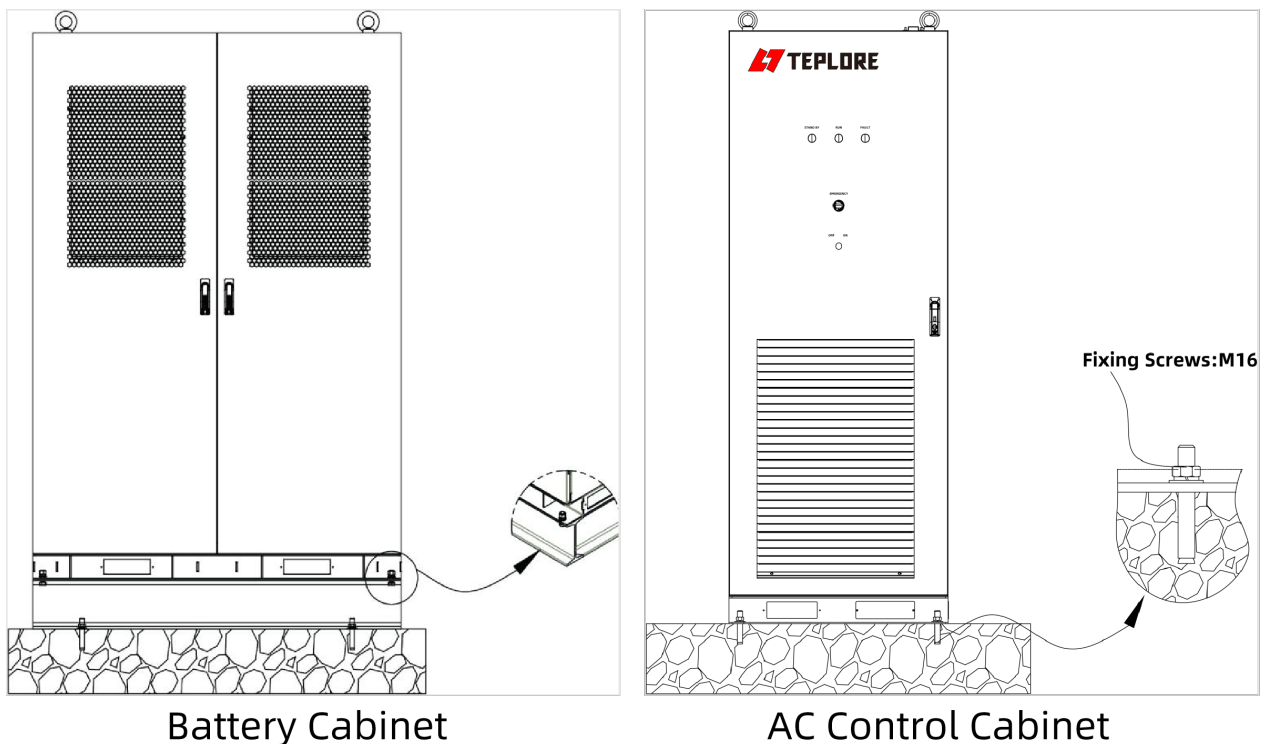

Abbildung 7-1: Schrauben Sie die Gehäuse zusammen
2. Sichern Sie das Gehäuse an allen vier unteren Ecken mit M16-Befestigungselementen, wie in Abbildung 7-1 gezeigt.